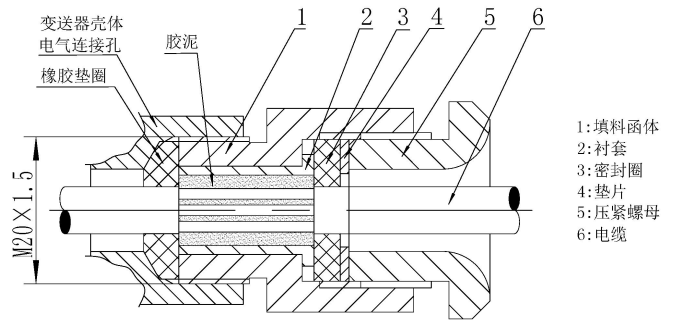
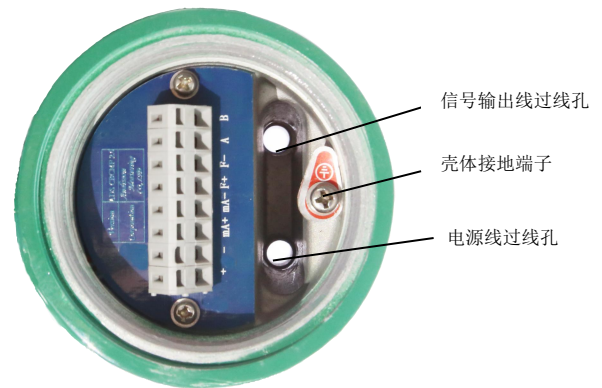

图 19 变送器 T2000 型安装
图 20 T2000 变送器接线室布局示意图
b) T2000 变送器接线时在衬套内充满胶泥，再把压紧螺母拧紧（安装详见厂家“HYG820 系列防爆填料函使用说明书”），参见图 18。变送器的接线室有两个单独的电气连接过线孔（ $M20 \times 1.5$ ），分别用于电源和输出信号的接线，接线室的示意图如图 19、图 20 所示。
- 3) T2000 连接如图 20: +、-
- 2) T2000 连接如图 20: F+ (正)、F- (负)
- 2) T2000 连接如图 20: A、B
- 2) T2000 连接如图 20: mA+ (正)、mA- (负)